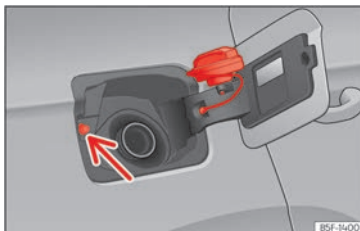

Abb. 209 Tankklappe mit aufgestecktem Tankverschluss.
- Platzieren Sie den Verschluss in der Aussparung, die sich im Scharnier der geöffneten Tankklappe befindet » (Abb. 209).
Nicht den Taster für Tankdeckelverriegelung >>> **(Abb. 209)** (Pfeil) berühren. Das System interpretiert ansonsten, dass der Tankvorgang beendet ist und ein weiteres Betanken ist nicht